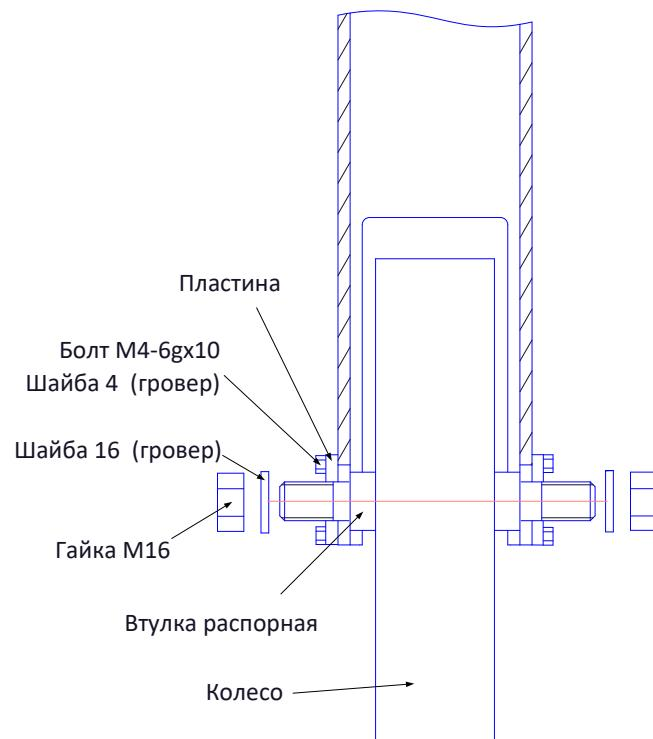

Рисунок 16 – Замена колесной пары.
5.6.8 При помощи двух рожковых ключей x24 отвинтить Гайки M16. При помощи рожкового ключа x7 отвинтить болты M4(см. рисунок 16), и снять колесо (левая ячейка).